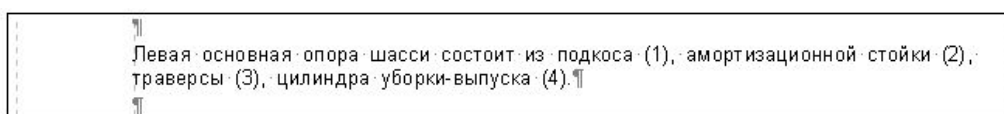

Рис. 3.235
1. В местах ссылок в круглых скобках поставьте номер элемента иллюстрации (3D модели), соответствующий номеру этой детали в самой иллюстрации (Рис. 3.235). Система позволяет распознать за один прием несколько ссылок.